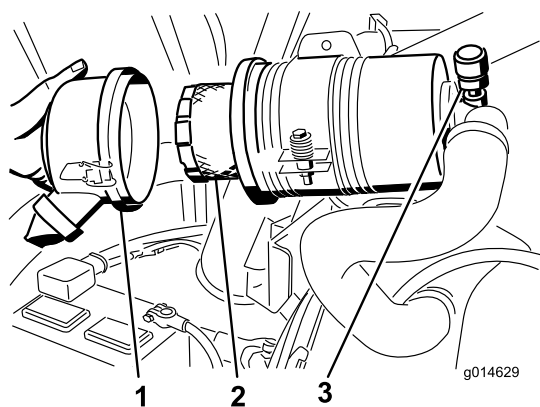

Figure 60
3. Déposez et remplacez le filtre (Figure 60).